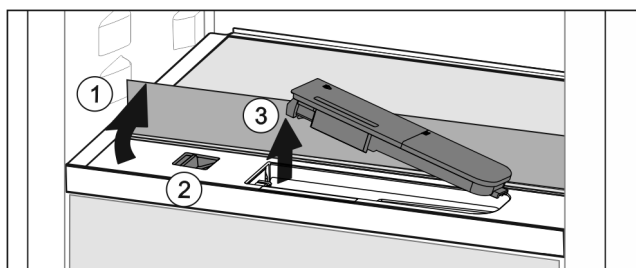

Fig. 45
- Поднять стеклянную панель и откинуть до упора назад Fig. 45 (1).
- Сдвиньте ползунок Fig. 45 (2) влево.
- Вынуть бак для воды Fig. 45 (3).